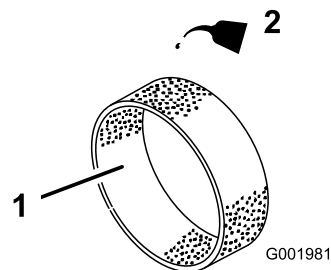

Bild 40
4. Tragen Sie 30 ml bis 59 ml des Öls auf den Einsatz auf (Bild 40).